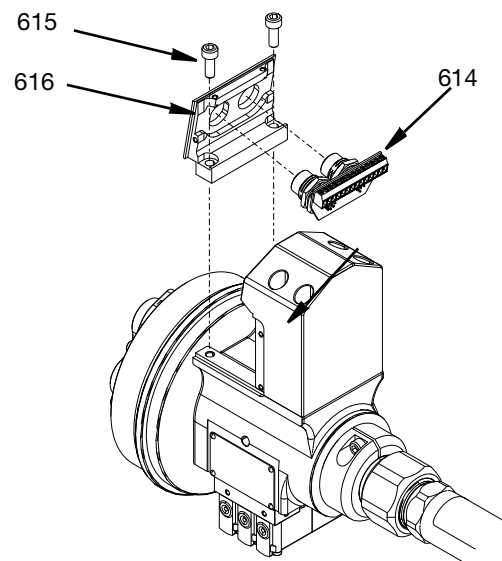

Рис. 38
- Подсоедините соединения кабеля электромагнитного клапана (617) и, в случае наличия, провода датчика RTD (609) и/или датчика давления (610) к двойному разъему для кабеля (614). См. **5-контактный - без датчика для 25T991 и 25T994** на стр. 47 и **5-контактные и 8-контактные соединения для датчиков температуры и давления. Модели № 25T992, 25T993, 25T995 и 25T996** стр. 48.
- Установите разъем для двойного кабеля (614) в кронштейн двойного разъема (616) и затяните гайки. Нанесите противозадирное средство и прикрепите кронштейн разъема к корпусу поворотного шарнира (511) с помощью двух винтов M5 SHCS (615) и затяните с усилием 57,5 дюйм-фунтов (6,5 Н•м). См. Рис. 38.